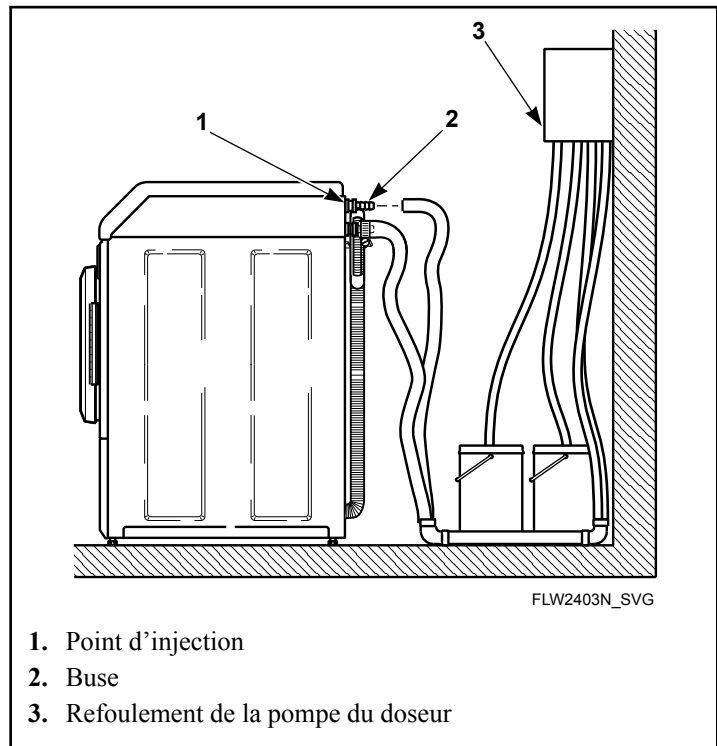

Figure 15
2. Attacher les buses à l'arrière de la machine. Le point de raccordement est situé sur l'armoire, au-dessus de la valve de mélange d'eau. Se reporter à *Figure 15*.
3. Brancher les tuyaux flexibles sur les buses et les fixer au moyen de brides de serrage de tuyau flexible (à obtenir localement). Se reporter à *Figure 15*.